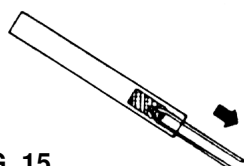

FIG. 15
5. Verwijder de oude filter en breng de nieuwe filter in (fig. 15 & 16).